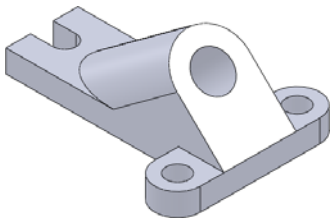

图 3-3 打开文件
- 01 打开素材库中“第 3 章/3-1 基准面零件.sldprt”，如图 3-3 所示。